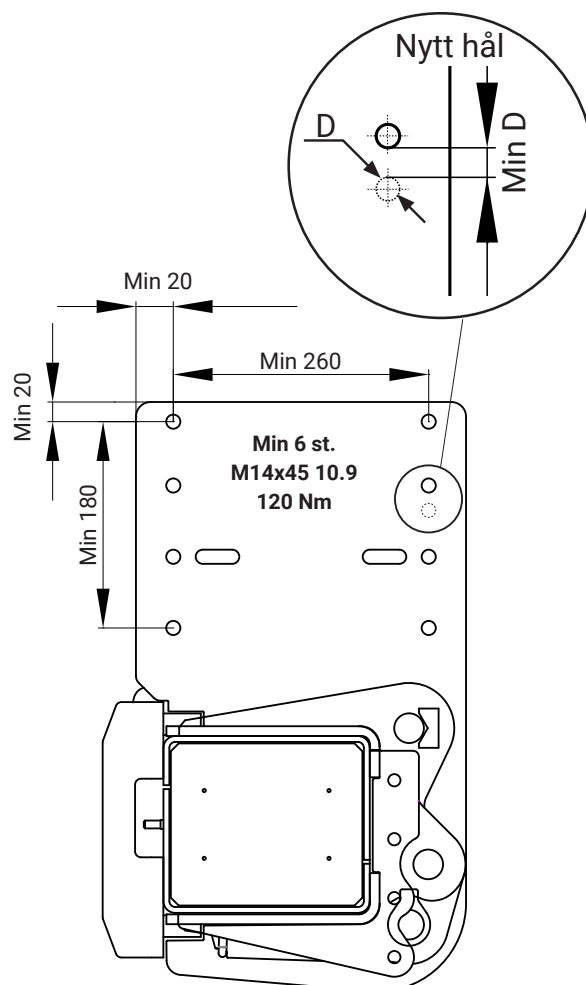

Bild 31. Montera ramfästet med minst 6 skruvar M14x45 10.9
9. Vid montering på ram utan förborrade hål, montera först med en skruv i fästenas spårformade hål. Märk ut på fordonsramen mitt i fästenas spårformade hål och borra sedan hål Ø14 mm. i ramen, se Bild 31.